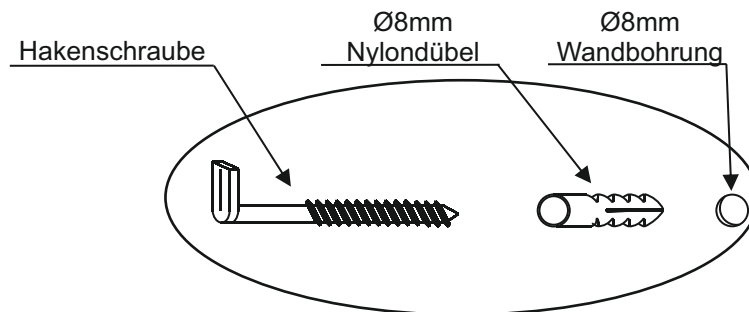

Abb. 5
6. Zur Montage des Paneels an die Zimmerwand bohren Sie mit einem  $\text{\O}8\text{mm}$  Bohrer entsprechend den Aufhangebeschlagen 3 Dubellocher in die Wand. Hangen Sie nach Montage von Kunststoffdubeln und Hakenschrauben das Paneel auf. (Abb.5)